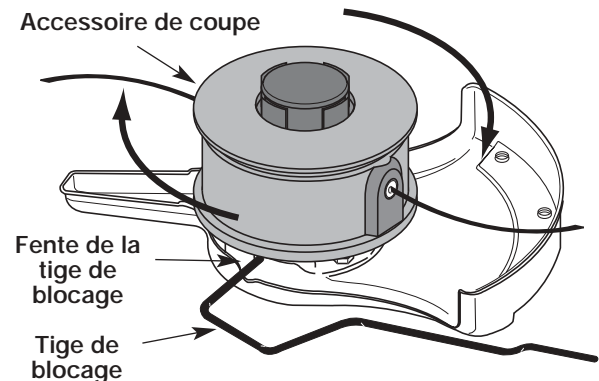

Fig. 10
- Tout en tenant la tige de blocage, retirez l'accessoire de coupe de l'arbre de sortie en le tournant à droite (Fig. 10). Rangez l'accessoire de coupe pour un usage ultérieur.